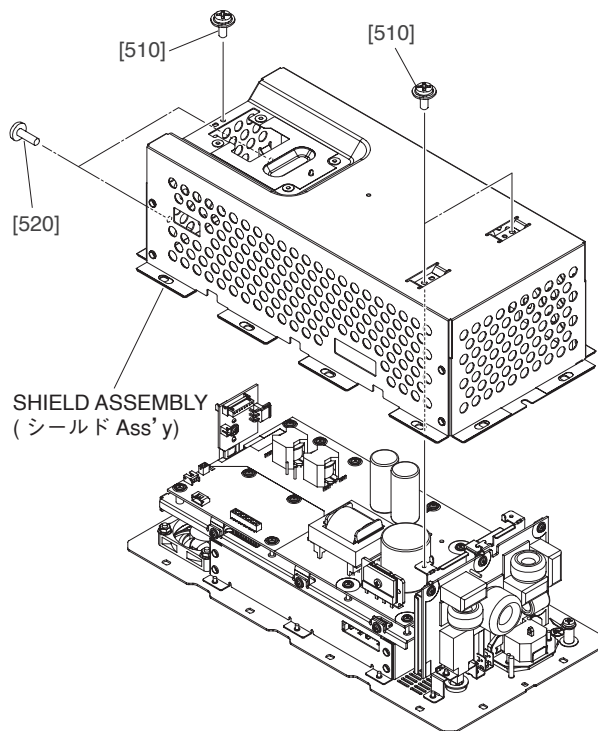

Fig. B-3(図B-3)
B-3-3 Remove the three (3) screws marked [510] and two (2) screws marked [520]. The shield assembly can then be removed. (Fig. B-3)
B-3-3 [510] のネジ 3 本と [520] のネジ 2 本を外して、シールド Ass'y を外します。(図 B-3)